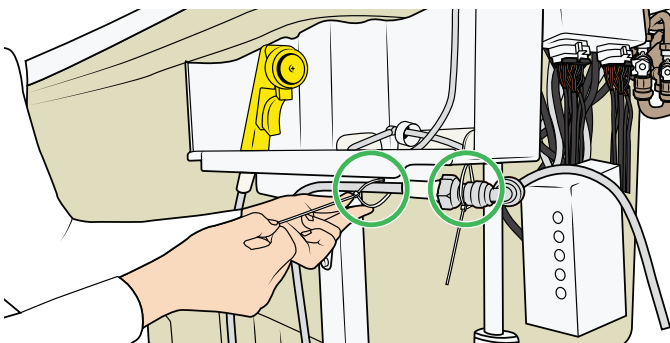

Figure 89
28. Fixez le tuyau de désinfection et le connecteur du système de pesée (aligné avec le câble) à l'aide de deux attaches de câbles. Voir Figure 89.